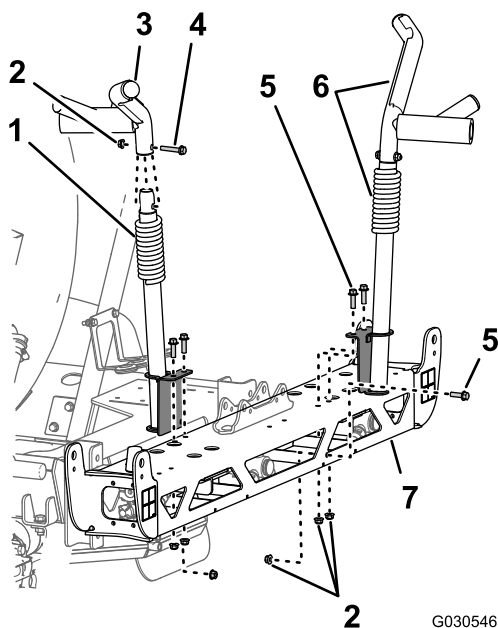

Figura 77
1. En el soporte del brazo izquierdo, retire el perno con arandela prensada ($\frac{3}{8}$ " x 2") y la contratuerca con arandela prensada ($\frac{3}{8}$ ") que sujetan el conjunto del soporte superior izquierdo al conjunto del soporte inferior (Figura 77).
2. Retire los 3 pernos con arandela prensada ($\frac{3}{8}$ " x 2") y las 3 contratuercas con arandela prensada ($\frac{3}{8}$ ") que sujetan el soporte del brazo inferior izquierdo al bastidor de la sección de brazo central y retire el soporte (Figura 77).
3. En el soporte derecho, retire el perno horizontal y los 2 pernos con arandela prensada verticales ($\frac{3}{8}$ " x $1\frac{1}{4}$ ") y las 3 contratuercas con arandela prensada ($\frac{3}{8}$ ") que sujetan el conjunto del soporte del brazo derecho al bastidor de la sección de brazo central (Figura 77).